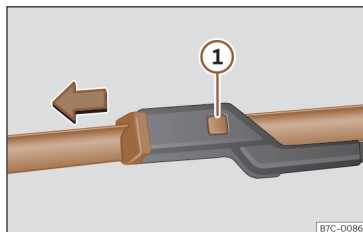

Fig. 179 Remplacement des balais d'essuie-glace.
- Maintenez la touche de déverrouillage >>> **fig. 179** ① enfoncée en tirant légèrement le balai dans le sens de la flèche.